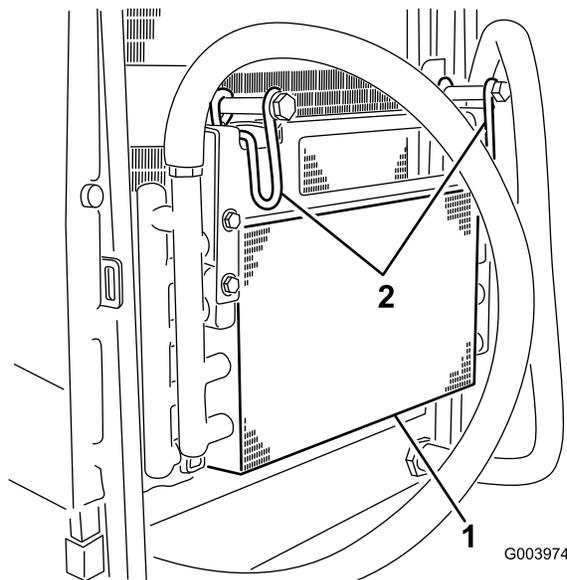

Figura 141
7. Fate ruotare i fermi del radiatore dell'olio verso l'interno e inclinate il radiatore dell'olio (Figura 141).